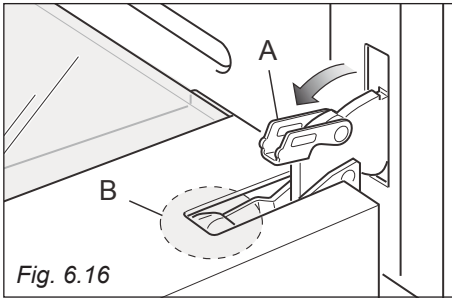
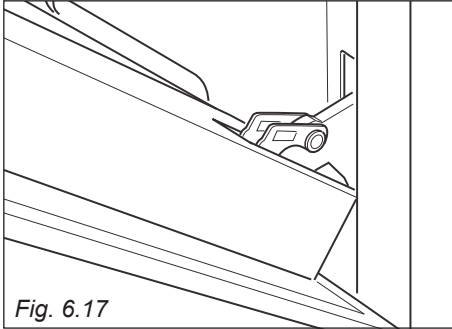

Fig. 6.16
Fig. 6.17
- Ouvrez complètement le levier "A" sur les charnières de gauche et de droite (fig. 6.16).
- Refermez doucement la porte (fig. 6.17) jusqu'à ce que les leviers "A" des charnières gauche et droite s'accrochent sur la partie "B" de la porte (fig. 6.16).